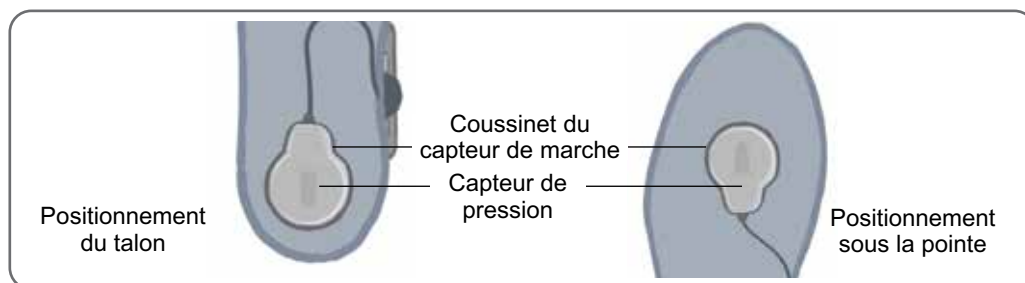

Figure 6-18 : Positionnement du capteur talonnier dans la chaussure
3. Si vous le positionnez au niveau du talon, orientez le fil du capteur talonnier vers la pointe de la chaussure. Si vous le positionnez au niveau de la pointe du pied, orientez le fil du capteur talonnier vers le talon de la chaussure. Fixez ensuite le capteur de pression au coussinet du capteur talonnier. Reportez-vous à la figure 6-18. Aidez-vous du pied dessiné sur le capteur de pression pour le positionnement.